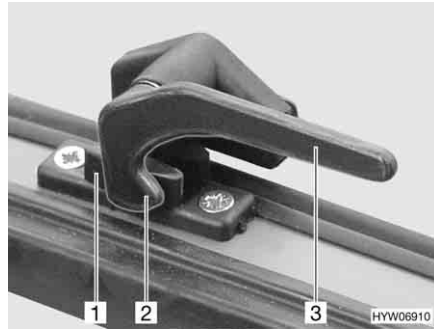

Fig. 7 Levier de verrouillage en position "Fermé"
- Tourner le levier de verrouillage (Fig. 7,3) d'un quart de tour vers le centre de la fenêtre.
- Tourner le levier de verrouillage (Fig. 7,3) d'un quart de tour vers le cadre de la fenêtre. Le tenon de verrouillage (Fig. 7,2) se trouve sur le côté intérieur du verrouillage de fenêtre (Fig. 7,1).
- En position "Fermé" (Fig. 7)